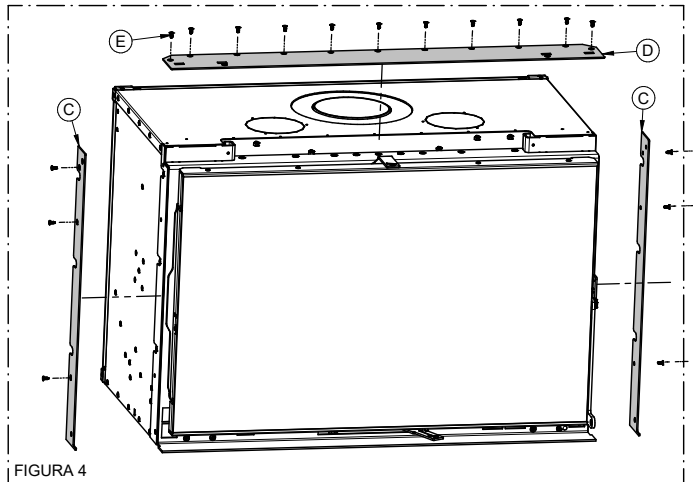

FIGURA 4
- 4) Lleve el cable de alimentación (M) del ventilador hacia el exterior del equipo, haciéndolo pasar a través del orificio posterior (A), y conéctelo a la alimentación eléctrica 230 V - 50 Hz (véase la figura 4).
- 4) Cuelgue el insertable en el estribo C ensamblado en la pared. Bloquee el insertable en el estribo en ambos lados, primero con el tornillo D superior, para evitar que el insertable se deslice hacia adelante, y luego con el tornillo D inferior, para bloquearlo (véase la figura 4).
- 4) Instale los perfiles laterales C y el perfil superior D con los tornillos E (véase la figura 4).